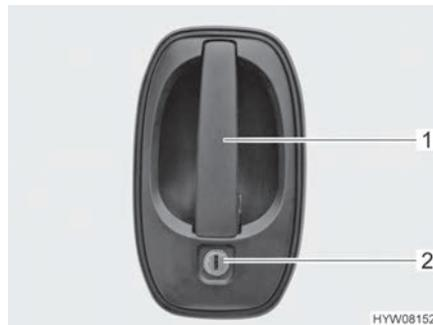

Fig. 22 Serratura della porta (porta conducente/porta di ingresso, lato esterno)
- Inserire la chiave nel cilindro della serratura (Fig. 22,2) e ruotare fino a quando la serratura della porta si sblocca.
- Tirare la maniglia della porta (Fig. 22,1). La porta è aperta.
- Inserire la chiave nel cilindro della serratura (Fig. 22,2) e ruotare fino a quando la serratura della porta si blocca.